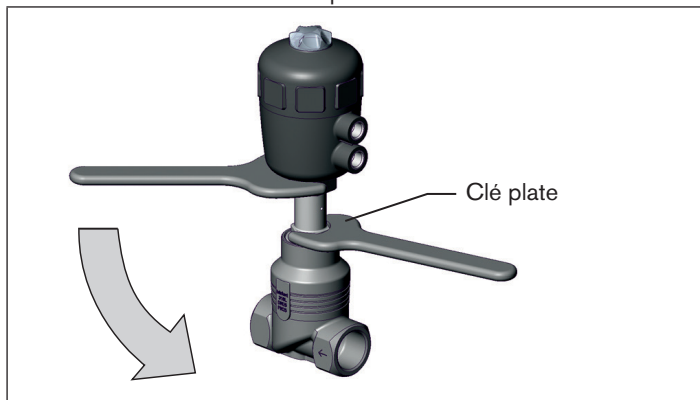

Fig. 19 : Tourner avec une clé plate
- ▶ Tournez l'actionneur uniquement dans le sens prescrit (voir « Fig. 19 »).